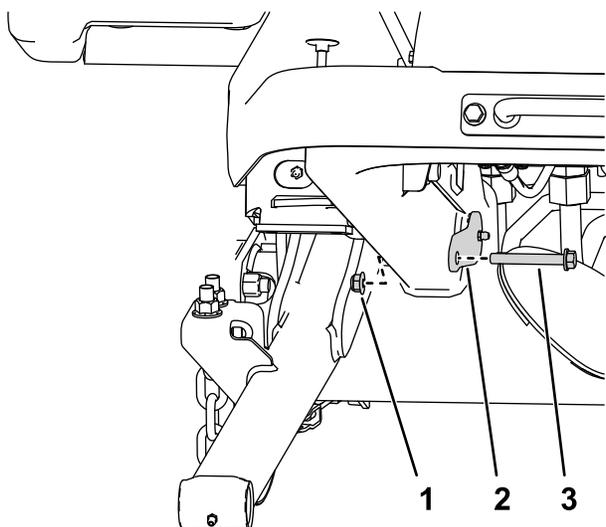

Figura 6
4. Utilizzate 2 dadi ($\frac{3}{8}$ " e 2 bulloni ($\frac{3}{8}$ " x $2\frac{3}{4}$ " per fissare i perni grandi al telaio (Figura 6).